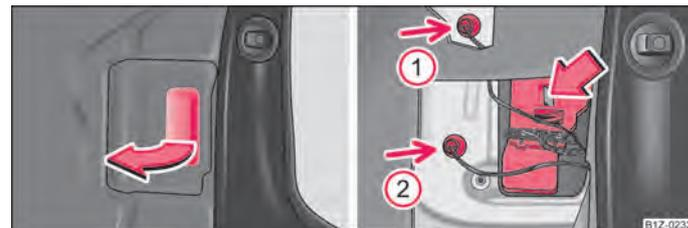

Fig. 190 Compartmento de carga: Tampa do suporte de lâmpada / Desmontagem do suporte de lâmpada
- Abra a tampa do suporte de lâmpada ⇒ Fig. 190 - à esquerda.
- Retire as lâmpadas incandescentes da luz traseira (seta ① e ②).
- Carregue na saliência de encaixe, no sentido da seta, e retire o suporte da lâmpada ⇒ Fig. 190 - à direita.
- Retire as lâmpadas incandescentes dos mínimos traseiros (seta ① e ②).
- Retire a lâmpada incandescente fundida (seta ① ou ②) da caixa e substitua-a por uma nova.